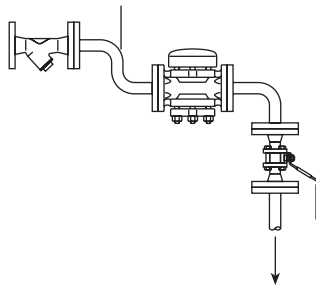

图3 典型安装
**3.4** 本产品能在任意安装位置下工作,但是会影响使用寿命,最好水平安装,隔热罩尽量朝上(见图3)。注:如果是承插焊连接,须按认可的焊接标准执行焊接程序。